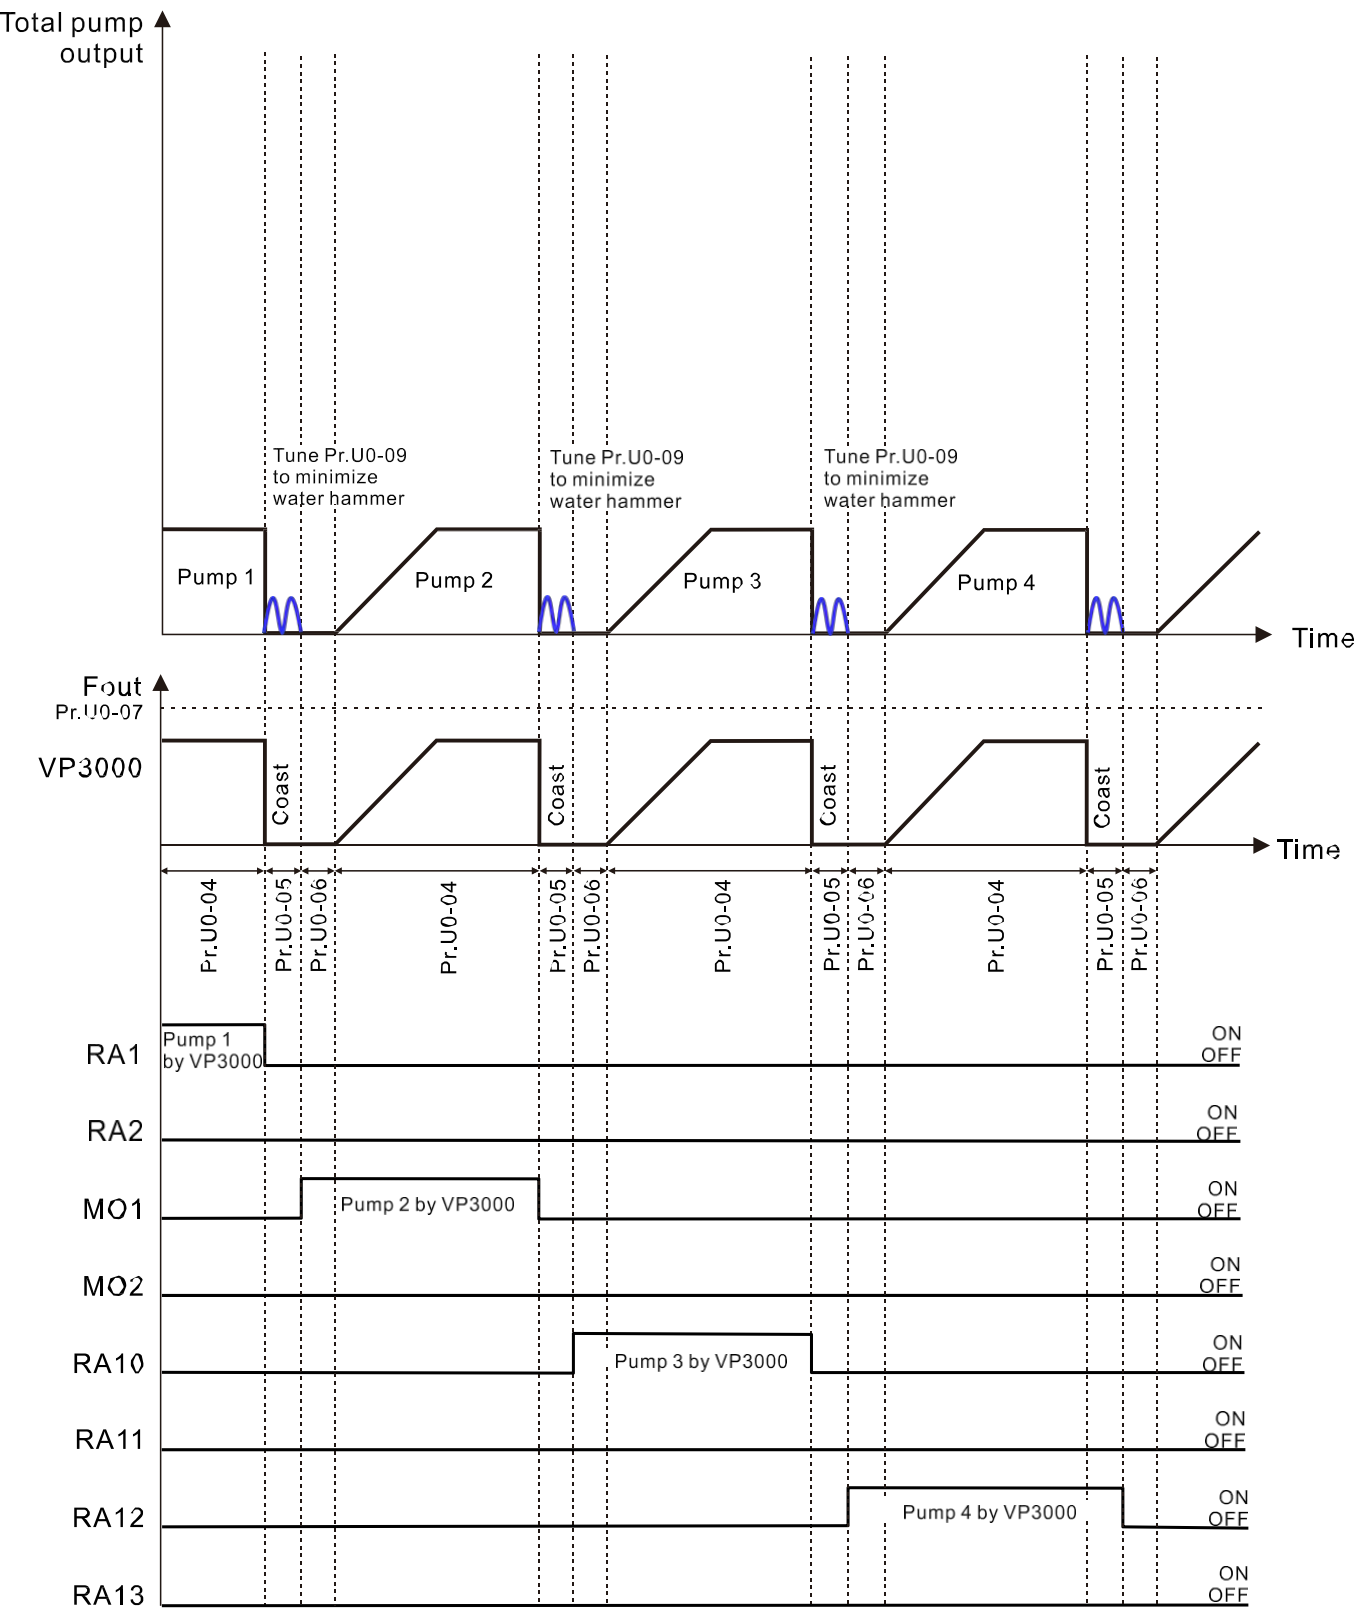

Рисунок 14 Ситуація 1 Послідовність
- Система підтримує до 4 комплектів насосів у режимі циркуляції «Кількість + час». Коли для балансування тиску у системі потрібен лише один насос, привід змінного струму запускає один головний насос відповідно до параметра U0-04 (Час циркуляції) (див. рисунок 14), а потім послідовно перемикає головний насос на насос 2, насос 3 та насос 4.